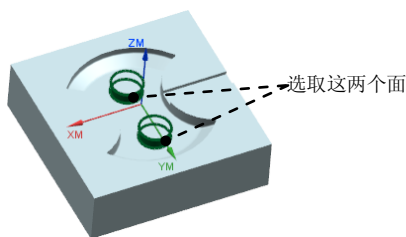

图 21.35 指定切削区域
Step2. 在绘图区中选取图 21.35 所示的切削区域（共 2 个面），单击 确定 按钮，系统返回到“深度加工轮廓”对话框。